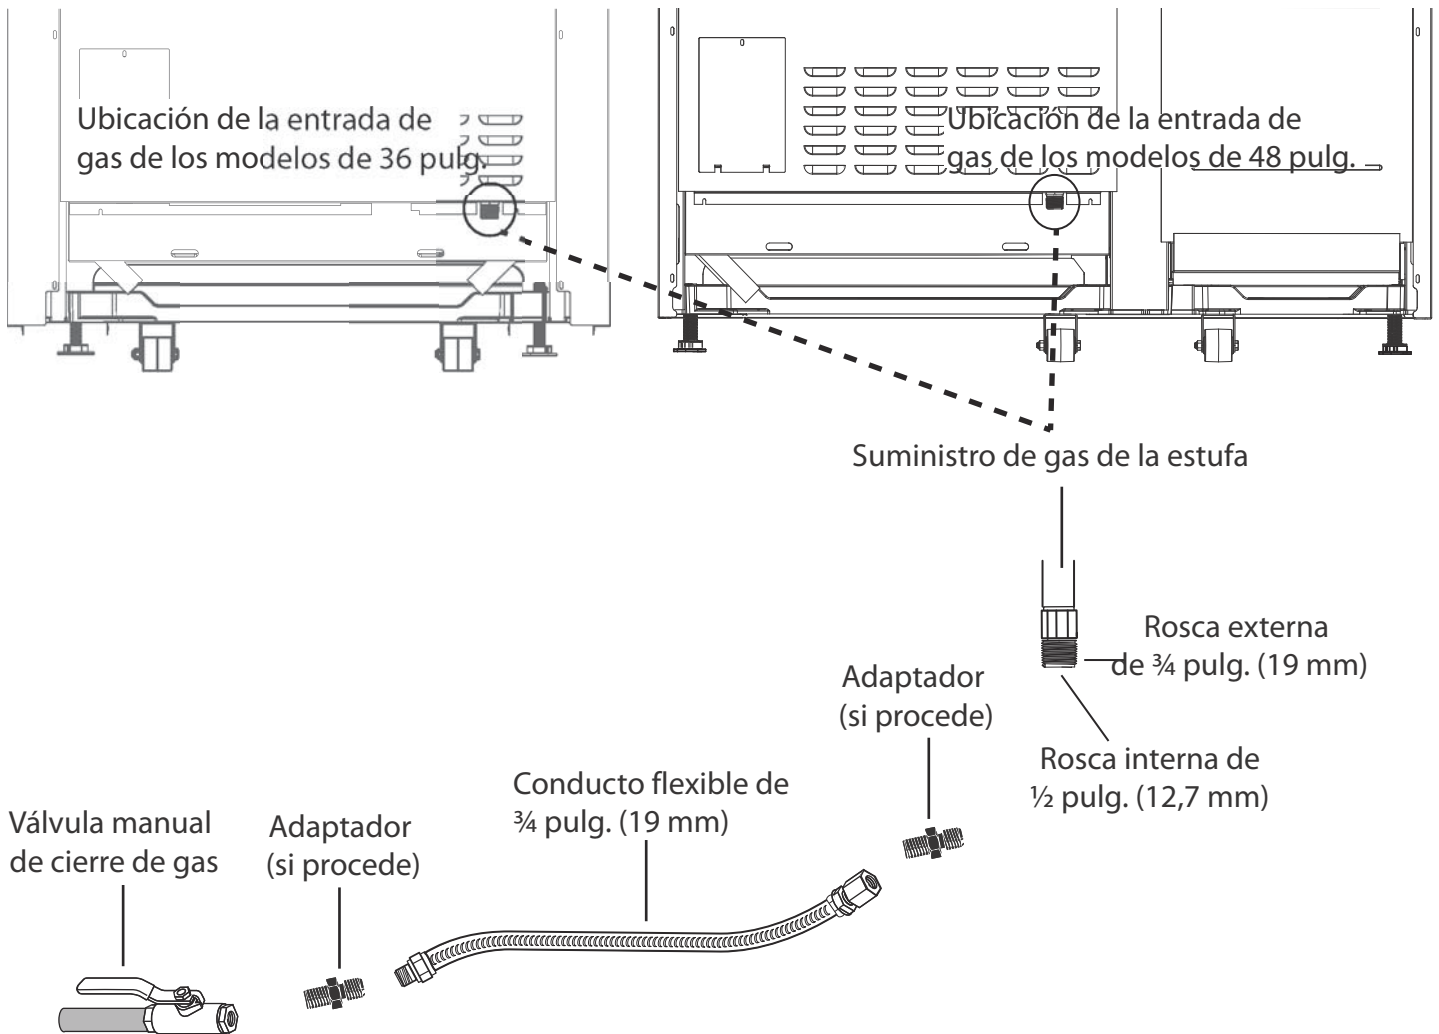

Figura 15: Conexión del colector del suministro de gas
- Utilice un conducto flexible de ¾ pulg. (19 mm) entre el suministro de gas y la línea de suministro del aparato. La línea de suministro de gas está ubicada detrás de la estufa, abajo a la derecha. La línea externa de suministro de gas del aparato tiene una rosca de tipo NPT ¾ pulg. (19 mm) y la rosca interna es de tipo NPT ½ pulg. (13 mm) (vea la *Figura 15*).